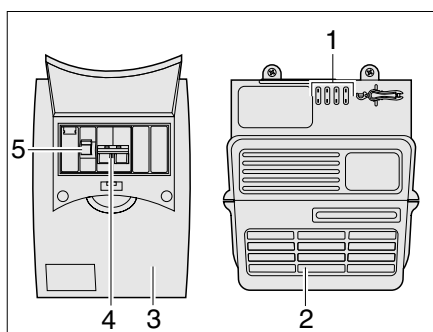

Fig. 88 Bloc secteur et disjoncteur automatique
Le coffret de fusibles 230 V (Fig. 88,3) est montée à côté du bloc transformateur (Fig. 88,2).
Dans le coffret de fusibles (Fig. 88) se trouvent le fusible principal (Fig. 88,4) et un disjoncteur différentiel (Fig. 88,5).
Le disjoncteur différentiel (Fig. 88,5) mesure le flux de courant des lignes d'arrivée et de retour de courant. En cas d'équilibre entre les deux lignes, le disjoncteur différentiel reste inactif. En cas de différence entre les lignes, le disjoncteur interrompt immédiatement le flux de courant. De la sorte, il empêche des accidents électriques dangereux.
- Pousser l'interrupteur principal (Fig. 88,4) vers le haut en position "ON".
- Pousser le disjoncteur différentiel (Fig. 88,5) vers le haut en position "ON".